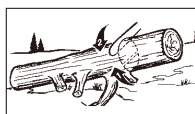

Fig. 13B
2. En stamme som kun er understøttet i den ene ende. Først skal du skære fra bunden, ca. 1/3 af diameteren på stammen, for at undgå opsplitning. Derefter skal du skære fra oven, ned til den første indskæring, og undgå at saven kommer i klemme (Fig. 13B).